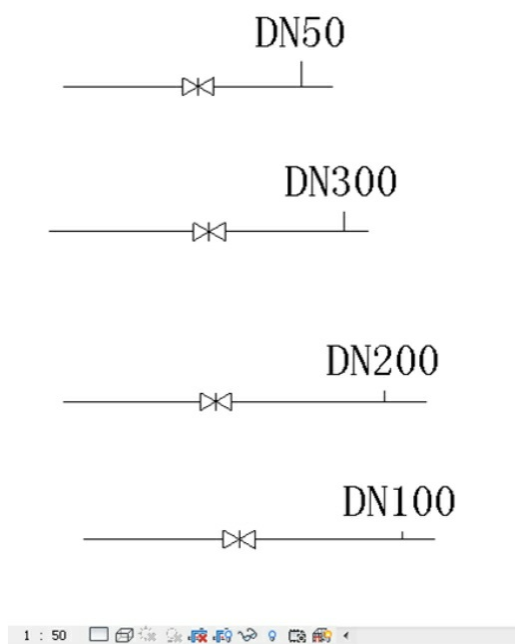

图7-269
(3) 这样可以保证平面图中，粗略、中等模式下（管道都为单线显示），管道附件都显示二维图标，在精细模式下（管道为双线显示），管道附件显示的是三维模型。载入项目中的效果如下。
① 粗略模式，如图7-269所示。